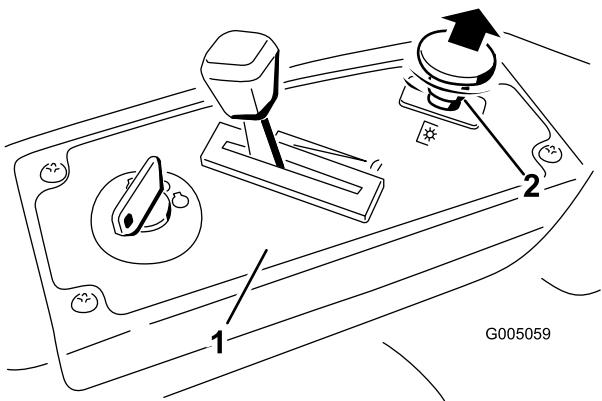

Figura 13
- Tirate verso l'alto il comando delle lame per posizionarlo su On e innestare le lame (Figura 13).